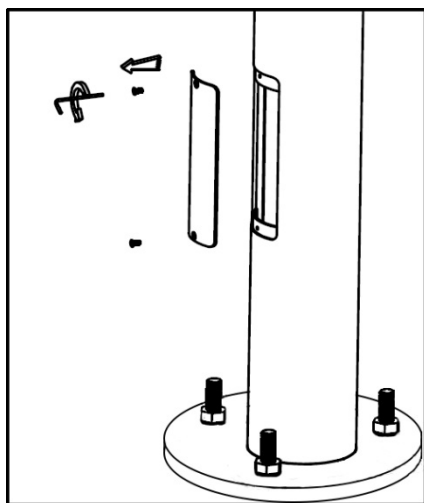
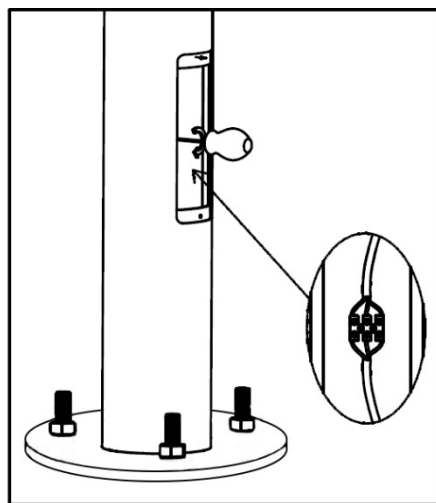
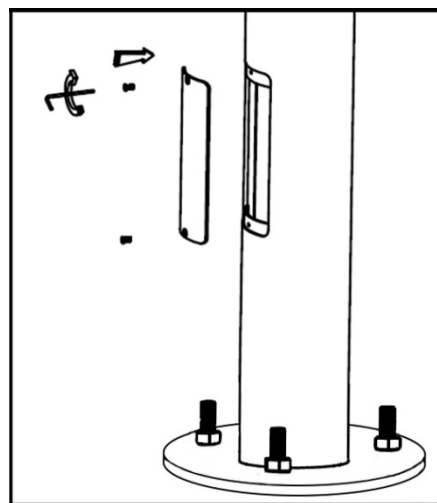

Рис. 3
Рис.4
Рис.5
- 6.3.3 Открутить ревизионный люк от корпуса светильника (Рис.3). Подключить кабель питания, соблюдая полярность (Рис.4). Степень защиты соединения кабелей должна быть не ниже IP65. Закрутить ревизионный люк к корпусу светильника (Рис.5). Подать питание и убедиться в работоспособности светильника. Внимание! Момент затяжки винтов - 8Нм.